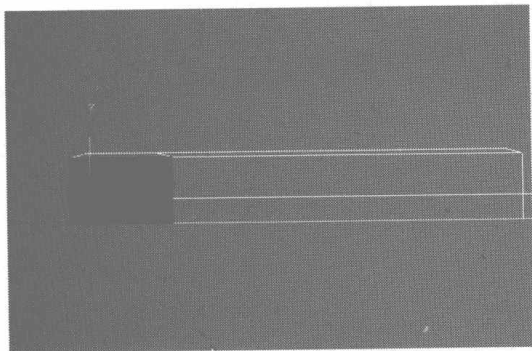
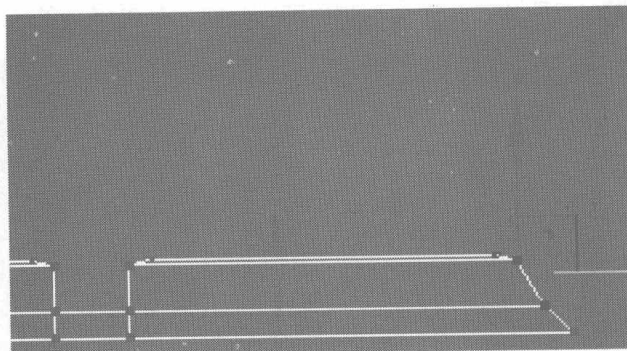

图 6.434
图 6.435
- 51** 在 Front 视图中选择如图 6.434 所示的面，按 Delete 键将其删除，再切换为节点编辑，调整如图 6.435 所示的节点。